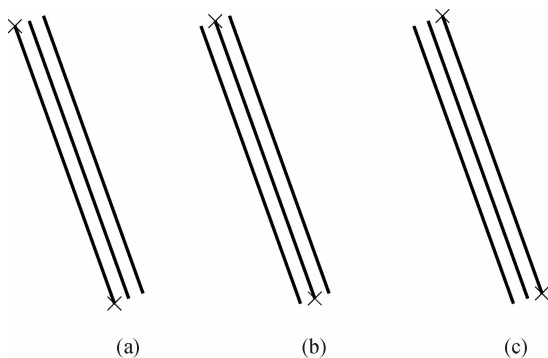

图 2-16 多线的三种对齐方式
- 对正(J):确定多线的元素与指定点之间的对齐方式。对齐方式有三种,如图 2-16 所示,其含义分别为:
(1)上(T):使元素相对于选定点所确定的基线以最大的偏移画出,从每条线段的起点向终点看,该多线的所有其他元素均在该指定基线的右侧,如图 2-16(a)所示。
(2)无(Z):使选定点所确定的基线为该多线的中线,从每条线段的起点向终点看,具有正偏移量的元素均在该指定基线的右侧,而具有负偏移量的元素均在该指定基线的左侧,如图 2-16(b)所示。
(3)下(B):此种对齐方式使元素相对于选定点所确定的基线以最小的偏移画出,从每条线段的起点向终点看,该多线的所有其他元素均在该指定基线的左侧,如图 2-16(c)所示。